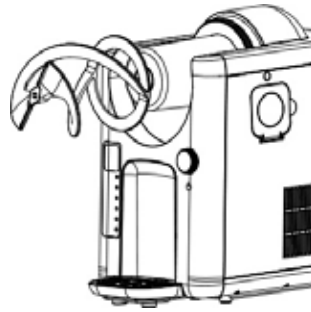

Fig. 2
9. Coloque el mezclador sobre el pasador de arrastre cuadrado como se muestra en la fig. 2 y empuje el mezclador hasta el fondo sobre el cilindro de refrigeración.